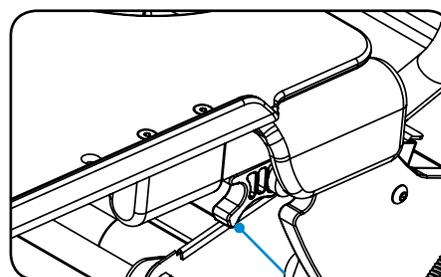

Figure 18
3. Faites basculer les dispositifs de blocage par came des deux côtés vers le haut. Consultez la figure 18.